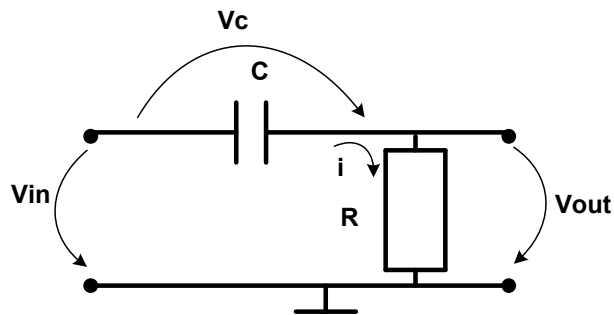

Figura 2.6 Circuit RC de derivare.
- Realizați un circuit de derivare RC, ca în figura 2.6. Circuitul RC de derivare este caracterizat de următoarele ecuații: